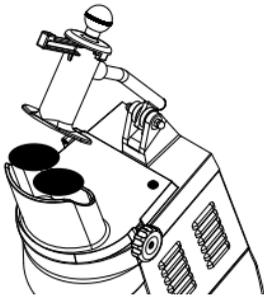

Рис. 12
- а) Через отверстие в крышке следует наполнить прибор выбранными продуктами для нарезки (см. рис. 12). Более мелкие куски (морковь, кабачки и т.п.) вводить через трубку рычага прижима (см. рис. 12а). Включить прибор с помощью кнопки **Start „I“** и легко нажать вниз рычаг прижима, во время наполнения через трубку пользоваться толкателем.
Рис. 12а